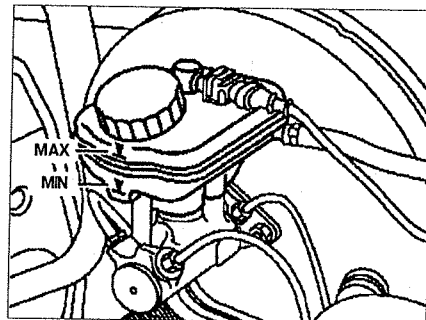

Рис. 1.37. Проверка уровня тормозной жидкости.
1. Проверьте уровень тормозной жидкости в бачке. Он должен быть между отметками "MIN" и "MAX" (чуть выше отметки "MIN") (см. рис. 1.37). Если уровень постоянно понижается ниже отметки "MIN", проверьте отсутствие подтеканий в тормозной системе и, при обнаружении, устранили их. Проверьте затяжку и состояние всех трубок и шлангов. Проверьте состояние бачка, пневматических и гидравлических узлов.